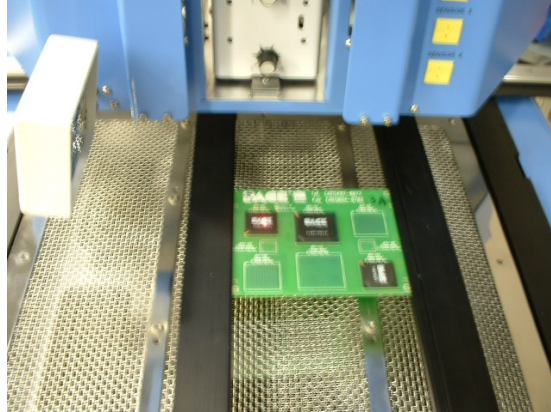

Figura 20
- ii. Posicione la tarjeta de modo que la luz láser roja esté aproximadamente centrada sobre el componente. Para llevar la tarjeta hacia adelante o hacia atrás, basta con desplazarla en los brazos. Para desplazar el conjunto a izquierda o derecha, empuje la manilla de liberación apartándola de usted y desplace entonces el conjunto. Tire de la manilla de liberación trayéndola de nuevo hacia usted para asegurar el conjunto en posición. (Figura 20)